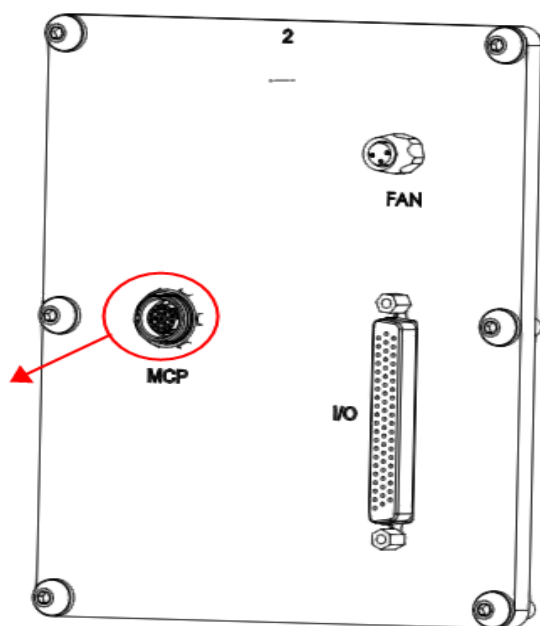

图 4-11 IO 自由分配 PCBA 拆卸示意图
**步骤5** 使用专用工具拧松螺母并取下 IO 自由分配 PCBA，螺钉位置如图 4-11 所示。